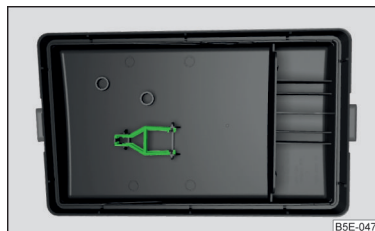

Fig. 235
- Scoateți clema din material plastic aflată sub capacul panoului de siguranțe din compartimentul motor » fig. 235 la pagina 232.